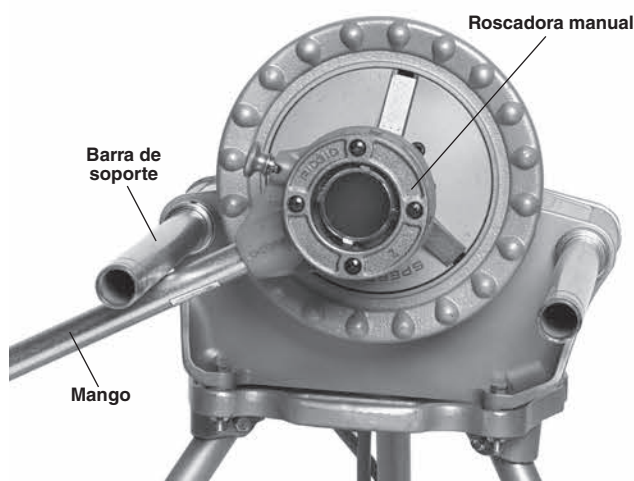

Figura 20 – Extracción de la roscadora fuera del tubo roscado; el mango está adosado contra la parte inferior de la barra.
- c. Despliegue completamente la barra de soporte del lado del conmutador y levante el mango de la roscadora hasta que tope contra la parte de debajo de la barra. Agarre el extremo del mango de la roscadora con la mano izquierda. Para evitar pellizcos, no introduzca la mano ni los dedos entre el mango de la roscadora y la barra de soporte. Mantenga el mango en contacto con la barra de soporte. *Vea la Figura 20.*